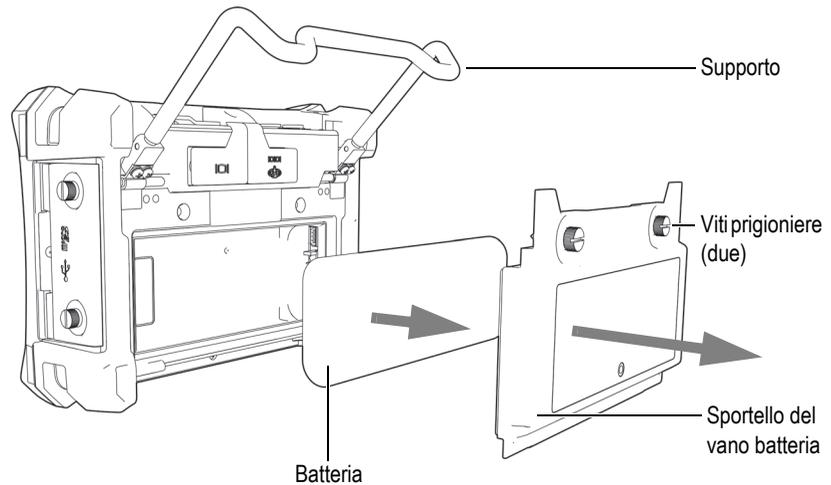

Figura 1-10 Rimozione di una batteria agli ioni di litio
2. Nella parte posteriore dello strumento, allentare le due viti prigioniere che fissano lo sportello del vano batteria (vedere Figura 1-10 a pagina 37).
3. Rimuovere lo sportello del vano batteria (vedere Figura 1-10 a pagina 37).